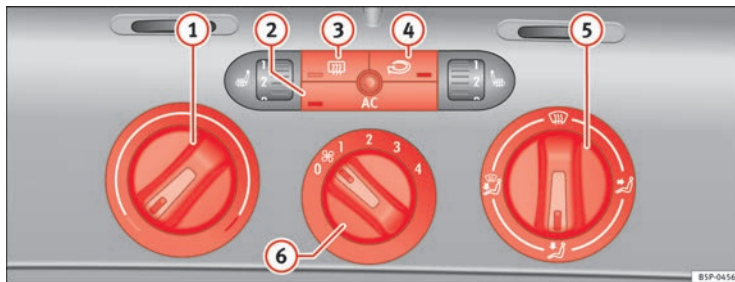

Abb. 128 In der Instrumententafel: Bedienelemente der Climatic
- Drehen Sie den Temperaturregler ⇒ Abb. 128 ① nach rechts, bis die gewünschte Heizleistung erreicht ist.